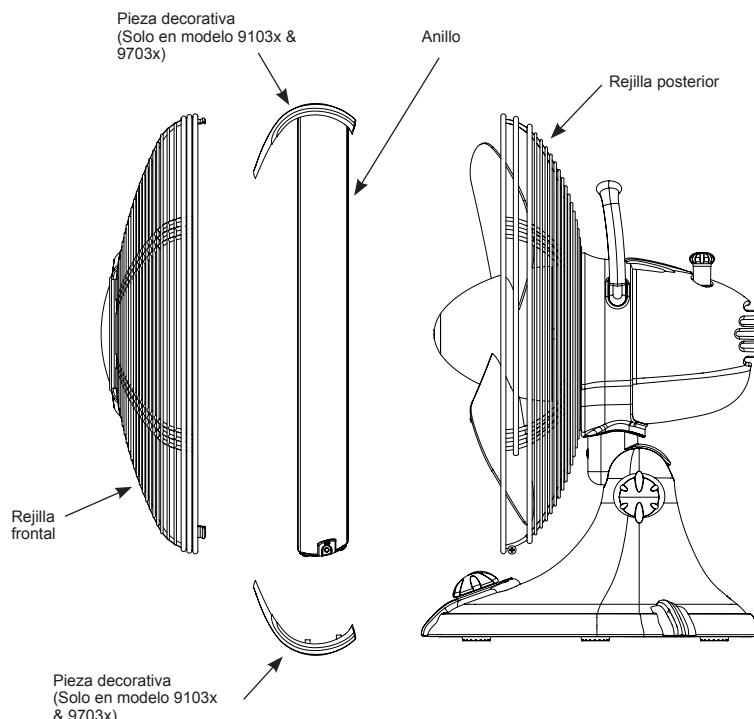

FIGURA 5
3. Retire el anillo, la pieza decorativa inferior (solo en los modelos 9103x & 9703x) y la rejilla de la parte posterior. Vea la Figura 5.